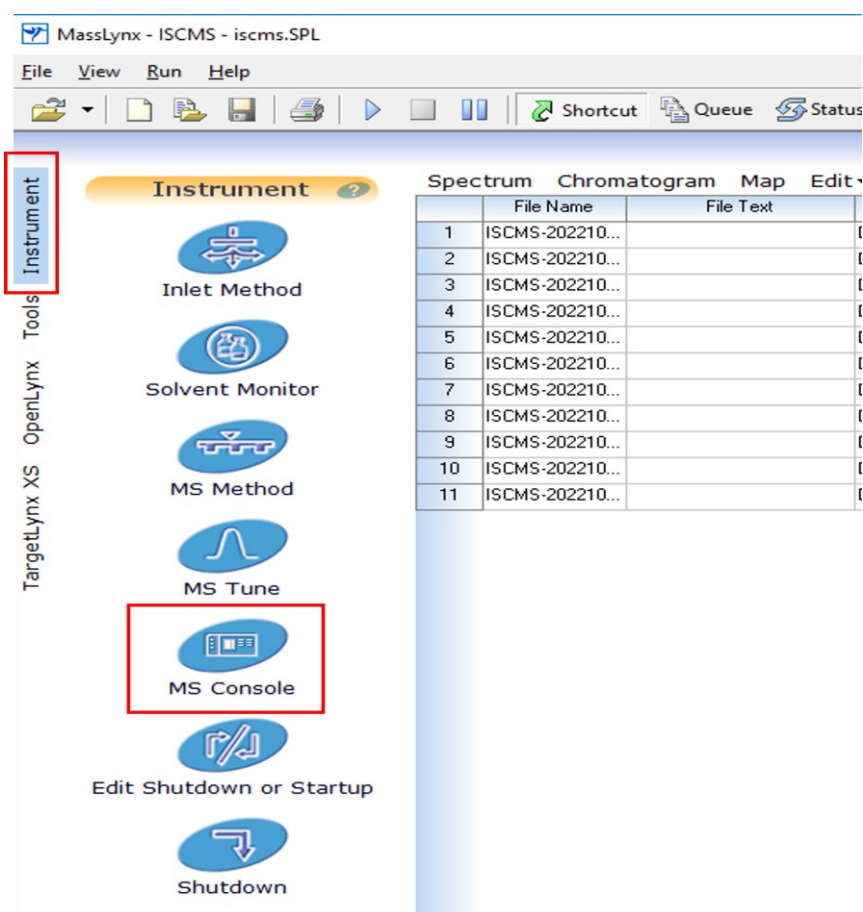
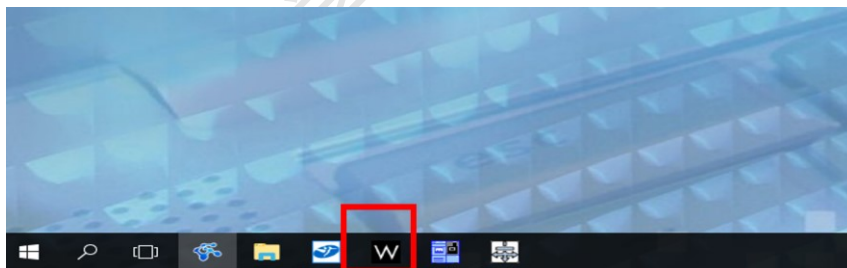

图 6-12
图 6-13
**Step1.** 在 Masslynx 主界面—Instrument 选项，点击 MS Console 界面（图 6-12）或者点击电脑任务栏  MS Console 图标（图 6-13），打开仪器控制台界面。